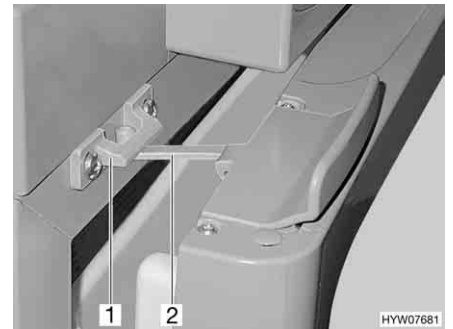

Bild 178 Kylskåpsdörr i ventilationsläge (Thetford)
- För upp låset (Bild 178,2) och haka fast det i låsfästet (Bild 178,1). Därvid stannar kylskåpsdörren i öppet läge.